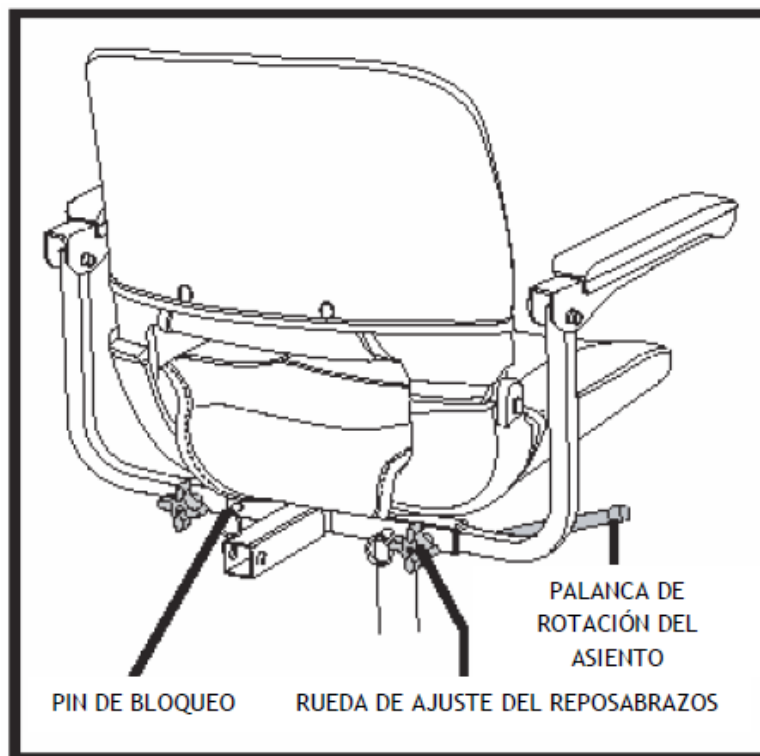

Figura 6. Ajuste del asiento
1. Suba la palanca de rotación del asiento. La palanca está situada en la parte derecha del asiento. (Ver la figura 6).
1. Afloje los botones de ajuste de los reposabrazos. (Ver la figura 6).